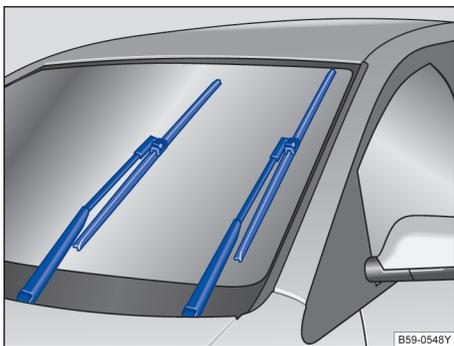

图 194 处于保养位置的刮水片
- 将风窗玻璃刮水器拨杆向下拨至点动刮水位置。使刮水器处于保养位置→图 194。